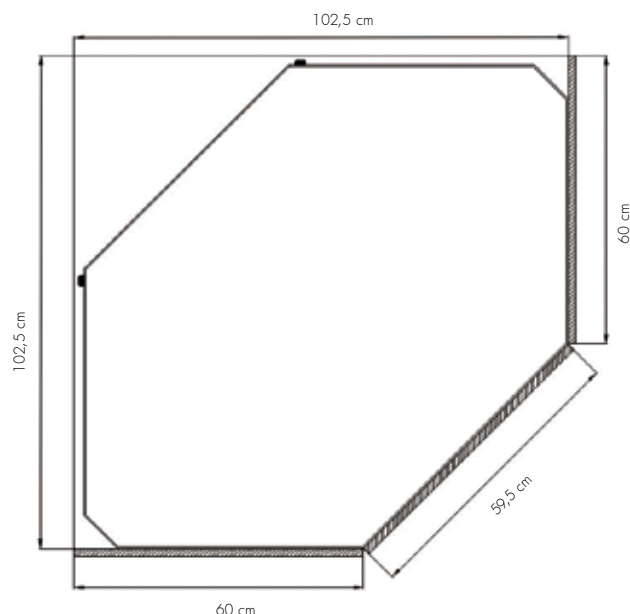

Рис. 9
8.3. Встраивание корпуса углового холодильника (см. рис. 9)
8.5. Установка мебельных боковых панелей (см. рис. 9)